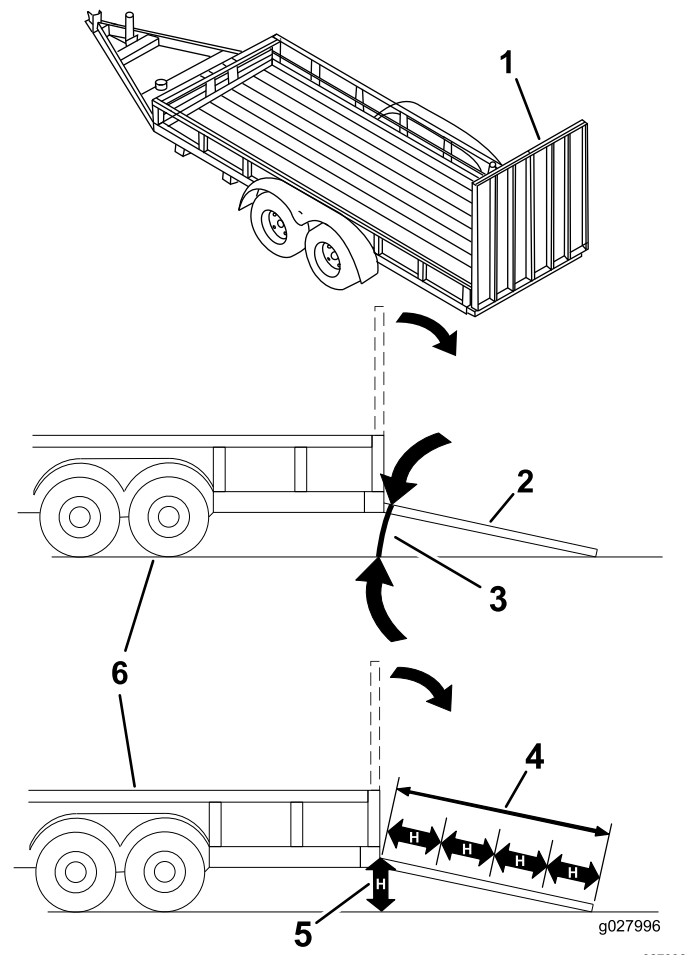

Figura 34
El cargar la máquina en un remolque o un camión aumenta la posibilidad de un vuelco y podría causar lesiones graves o la muerte (Figura 34).
3. Baje la rampa, asegurándose de que el ángulo entre la rampa y el suelo no supera los 15 grados (Figura 34).
1. Baje la rampa, asegurándose de que el ángulo entre la rampa y el suelo no supera los 15 grados (Figura 34).